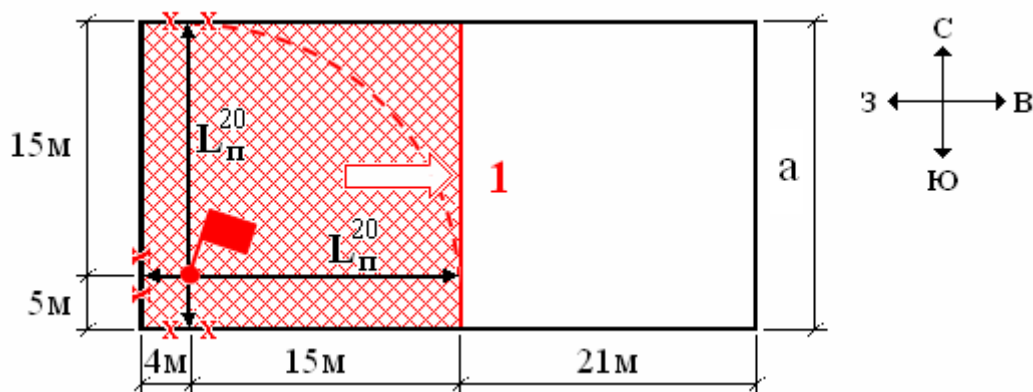

Рис.6. Схема развития пожара на 20-й минуте
2.2. На схему, выполненную в масштабе, наносим путь, пройденный огнем за время равное 20 мин. В северном направлении, на 20-й минуте, огонь достигнет стен здания, произойдет изменение формы площади пожара. Развитие пожара будет происходить в одном (1) восточном направлении, форма площади пожара – прямоугольная (рис. 6).